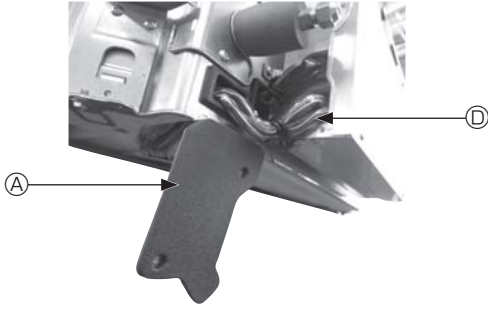

Fig. 4-4
- 2 i-See sensör ve sinyal alıcısının kablolarını, elektrikli aksamı kutusundaki kablo girişlerinden ve ana ünitenin yanındaki burçlar etrafından şemada gösterildiği gibi yönlendirin. (Fig. 4-4)